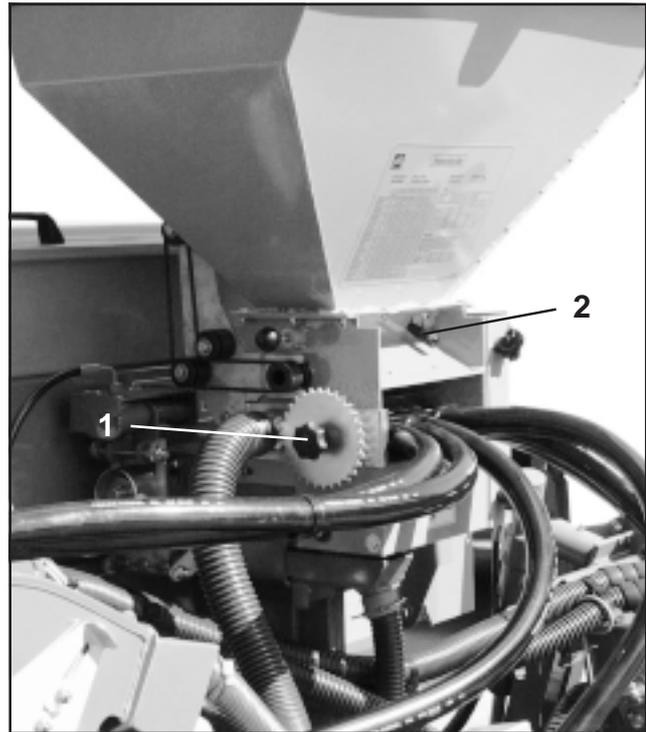

Fig. 4.1
- l'unité de dosage se trouve en position de dosage (Fig. 4.1) et que la vis de fixation est bien serrée (4.1/1).